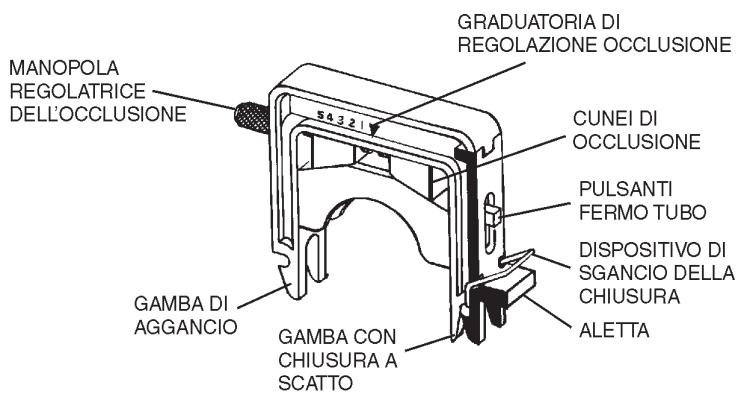

FIGURA 5 ASSIEME CARTUCCIA
1. Girare la manopola regolatrice dell'occlusione in senso antiorario fino ad ottenere la massima apertura (vedi Figura 5). Questa operazione non è necessaria quando l'occlusione è regolata secondo l'impostazione di fabbrica o se l'occlusione è stata già regolata correttamente durante un'operazione di pompaggio precedente.
- Spostare la cartuccia con il tubo sopra il rotore e premere in basso sull'aletta (vedi Figura 5) finché la chiusura non si chiude con uno scatto (vedi Figura 7E). **Nota:** premere la cartuccia quanto basta, come indicato nella Figura 7E per facilitare l'aggancio e lo sgancio.
- Spingere in giù sul lato della chiusura della cartuccia (vedi Figura 7E) e tirare in fuori la gamba della chiusura per sganciarla dall'asta. Per facilitare l'operazione, premere il dispositivo di sgancio della chiusura (vedi Figura 5).